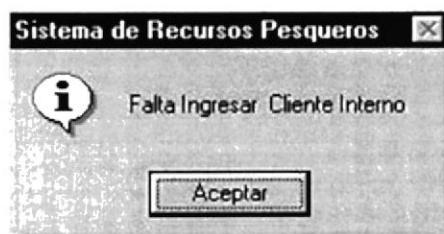

Figura 10.62 Mensaje de Cliente Interno
3. Si se ha realizado un ingreso o una modificación y no selecciono ningún cliente interno se mostrará el siguiente mensaje (ver figura 10.62).